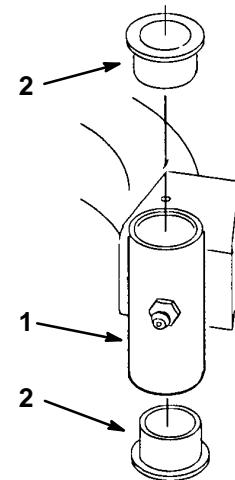

Figure 30
4. Introduire un chasse-goupille dans le fourreau et chasser prudemment les coussinets hors du tube (Fig. 30). Nettoyer l'intérieur du fourreau.